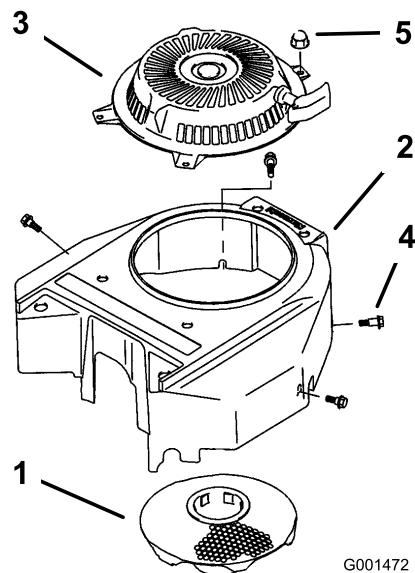

Figure 35
3. Retirez la grille d'entrée d'air, le lanceur et le boîtier du ventilateur (Figure 35).
5. Reposez la grille d'entrée d'air, le lanceur et le boîtier du ventilateur (Figure 35).